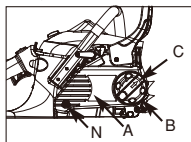

Bild. 3B
Uhrzeigersinn, um die Kettenspannung herabzusetzen. (Bild. 3B)
4. Um die Kettenradsabdeckung (A) zu entfernen, Schraube (N) entfernen und drehen Sie den Knauf (B) entgegen dem Uhrzeigersinn. (Bild. 3B)